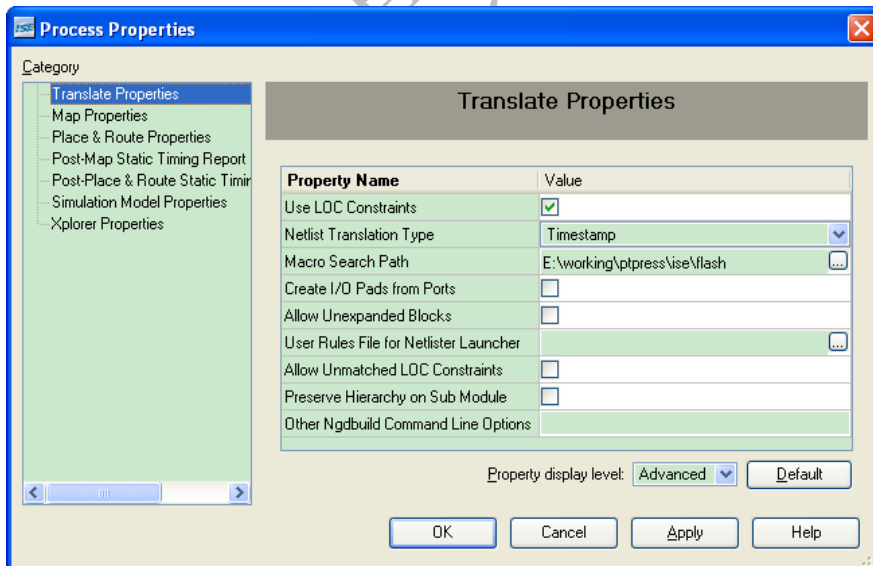

图 2.27 设置 Translate 属性
(1) 在 ISE 的资源管理窗口下“Process”窗口中，右键单击“Implement Design”，弹出“Process Properties”对话框。
(2) 单击“Process Properties”对话框中的“Translate Properties”，设置 Translate 属性，如图 2.27 所示。如果没有出现如图 2.27 所示的界面，单击“Property display level”旁的下拉菜单，选择“Advanced”。需要强调的是，如果设计中调用了其他设计，或者需要使用其他 IP 的网表文件进行布局布线，则需要要在“Macro Search Path”中指定存放这些网表文件的地址。